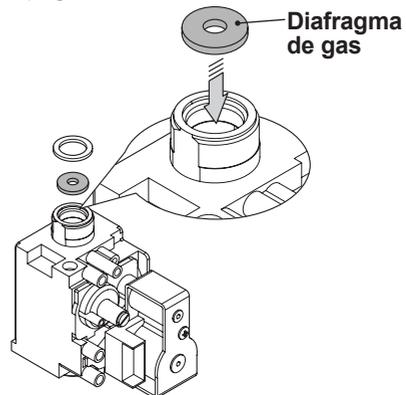

Figura 8.2
- Realice el cambio del tipo de gas sustituyendo correctamente el diafragma de gas (Figura 8.2), consultando la sección "Datos técnicos Myto Condens Basic 25S" en la pág. 22.